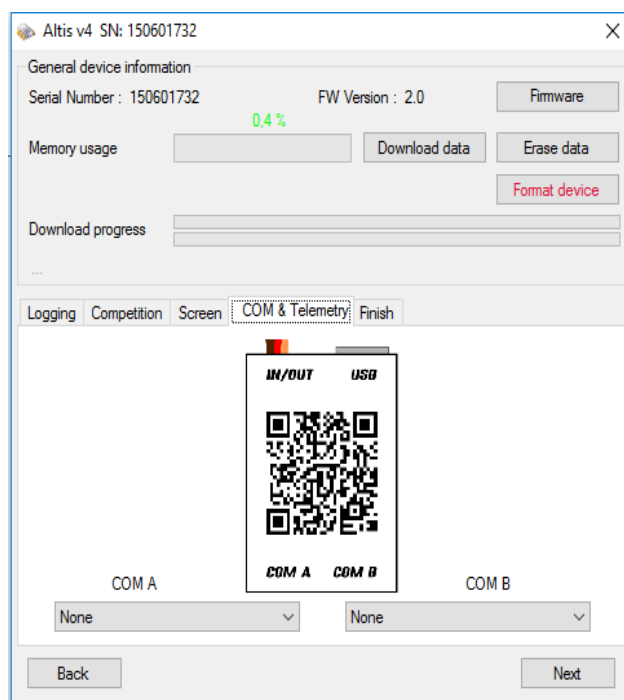

Fig 12: COM A / COM B Télémétrie, clavier ou autres
Ports ComA/ComB (Fig. 12) - Vous pouvez assigner une fonction pour le port sélectionné. Couramment il y a la télémétrie, le clavier ou d'autres options. Ces ports pourront être utilisés pour d'autres utilisations futures.
- Configurer le port COM A en mode clavier dans la fenêtre correspondante représentée sur la figure 12.